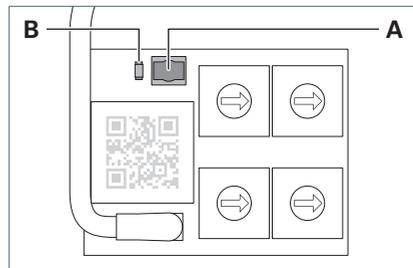

Fig. 10: Tasto e LED.
- ▶ Premere il tasto **A** e tenerlo premuto per cinque secondi, vedere Fig. 10. Il LED **B** lampeggia cinque volte. Tutti i trasmettitori radio salvati finora nel modulo TALK vengono cancellati.